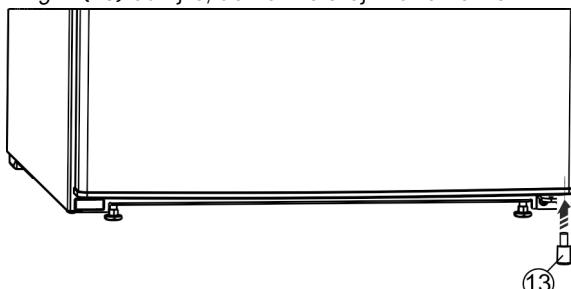

Fig. 11
- ▶ Distančnik Fig. 11 (13) ponovno namestite v vrata spodaj desno, saj je pomemben za stabilnost naprave.